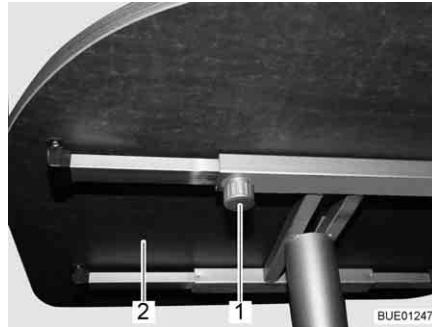

Bild 74 Fast bord
- Lossa den räfflade skruven (Bild 74,1).
- Sväng bordsskivan (Bild 74,2) till önskad position.